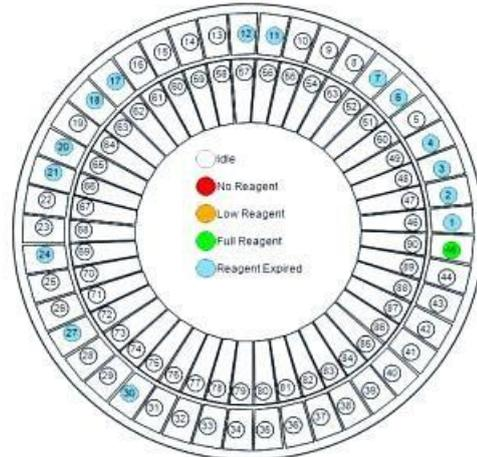

Figura 2-21 Monitor da bandeja do reagente
**Monitoramento** da bandeja do reagente: Clique em "Estado do Reagente" no menu "Monitor". Então, o estado de detecção da bandeja do reagente é exibido no lado esquerdo, como mostrado na figura 2-21: